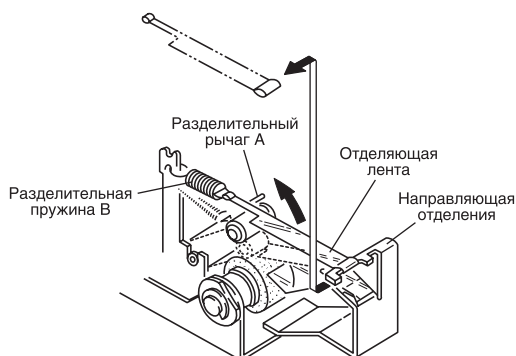

Рис. 10. Снятие отделяющей ленты
3. Снимите отделяющую ленту с направляющей отделения и разделительной пружины В (рис. 10).